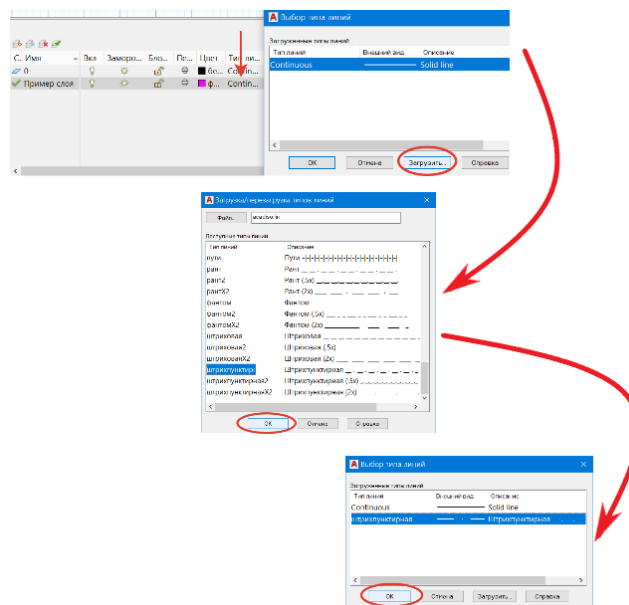

Рис. 29. Задание типа линии для нового слоя
4) задать тип линии нового слоя (рис. 29);